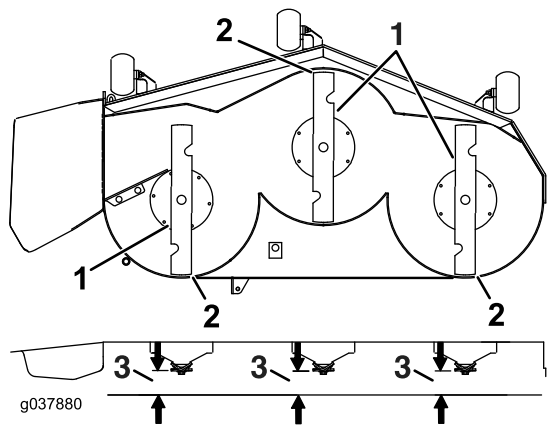

**Figura 102**
6. Mida entre la punta de la cuchilla y la superficie plana (Figura 102). Si ambas mediciones no están dentro de los 5 mm (3/16"), ajuste la nivelación; siga con este procedimiento.
14. Gire cuidadosamente las cuchillas colocándolas perpendicularmente al sentido de avance de la máquina (Figura 102).